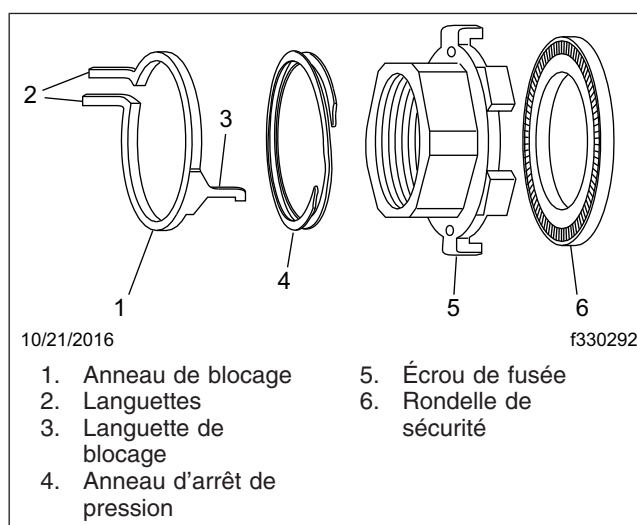

Fig. 3, Système d'écrou de fusée Preset Plus
7. Les moyeux ConMet Preset Plus utilisent un écrou de fusée intégré spécial, conçu spécifiquement pour les moyeux PreSet Plus. Reportez-vous à la figure 3.
- 18.1 Si l'anneau élastique de blocage rouge est inséré dans l'écrou de fusée, compressez les languettes et faites pivoter l'anneau pour le dégager de l'écrou. Reportez-vous à la figure 3.
- 18.2 Si nécessaire, installez les composants de l'écrou de fusée Preset Plus comme illustré sur la figure 3.